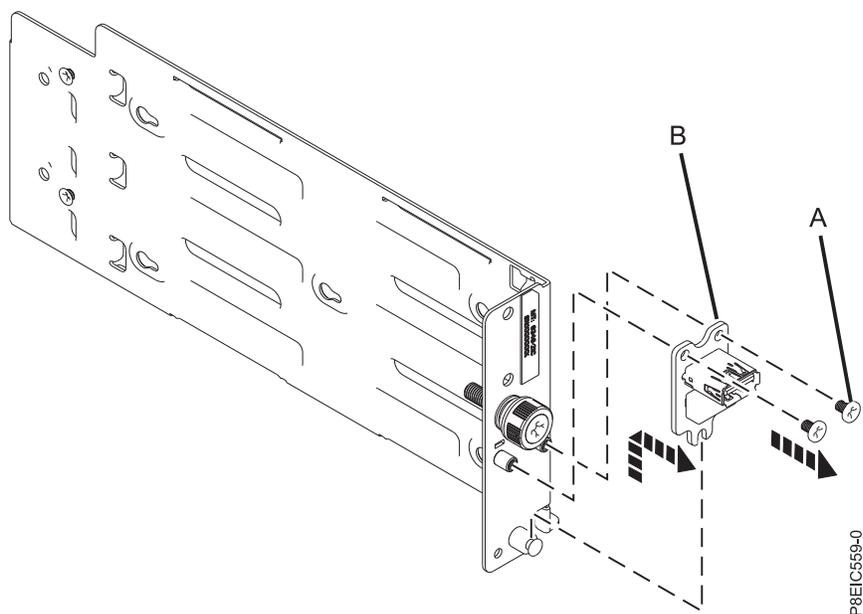

Figura 109. Removendo a placa USB
9. Remova os dois parafusos (**A**) da placa USB (**B**); em seguida, levante a placa USB e o cabo para fora do suporte, conforme mostrado na Figura 109 na página 99.